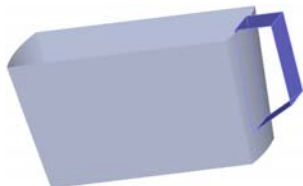
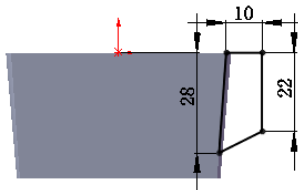

图 5.11.4 曲面-拉伸 2
图 5.11.5 横断面草图
Step3. 创建图 5.11.4 所示的零件特征——曲面-拉伸 2。选择下拉菜单 **插入(I)** **→ 曲面(S)** **→ 拉伸曲面(E)...** 命令，系统弹出“拉伸”对话框；选取上视基准面为草图基准面，绘制图 5.11.5 所示的横断面草图；采用系统默认的拉伸方向，在“曲面-拉伸”对话框 **方向1** 区域的下拉列表中选择 **两侧对称** 选项，输入深度值 10.0；单击对话框中的 **✓** 按钮，完成曲面-拉伸 2 的创建。